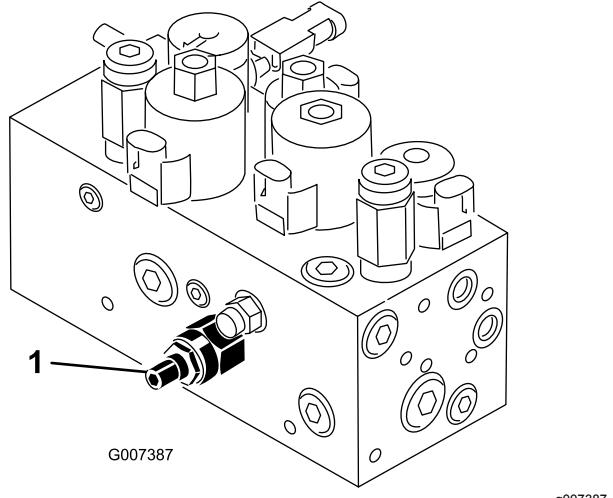

Figura 57
O circuito de elevação/descida da unidade de corte está equipado com uma válvula de regulador de caudal (Figura 57). Esta válvula é previamente configurada pelo fabricante, encontrando-se cerca de 3 voltas aberta, mas por vezes é necessário efetuar ajustes de modo a compensar diferenças na temperatura do óleo hidráulico, nas velocidades de corte, etc. Se for necessário algum ajuste proceda da seguinte forma:
1. Levante o banco e localize a válvula de controlo do fluxo (Figura 57) montada ao lado do cilindro hidráulico para a estrutura de tração central.